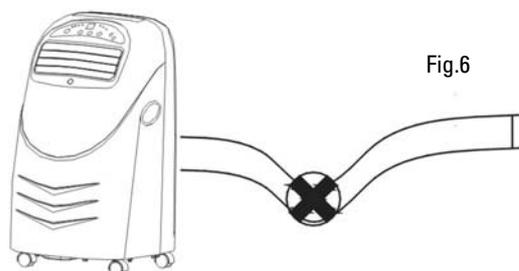

Fig.6
- La gaine ne doit pas être endommagées ou pliée. (Fig. 6)